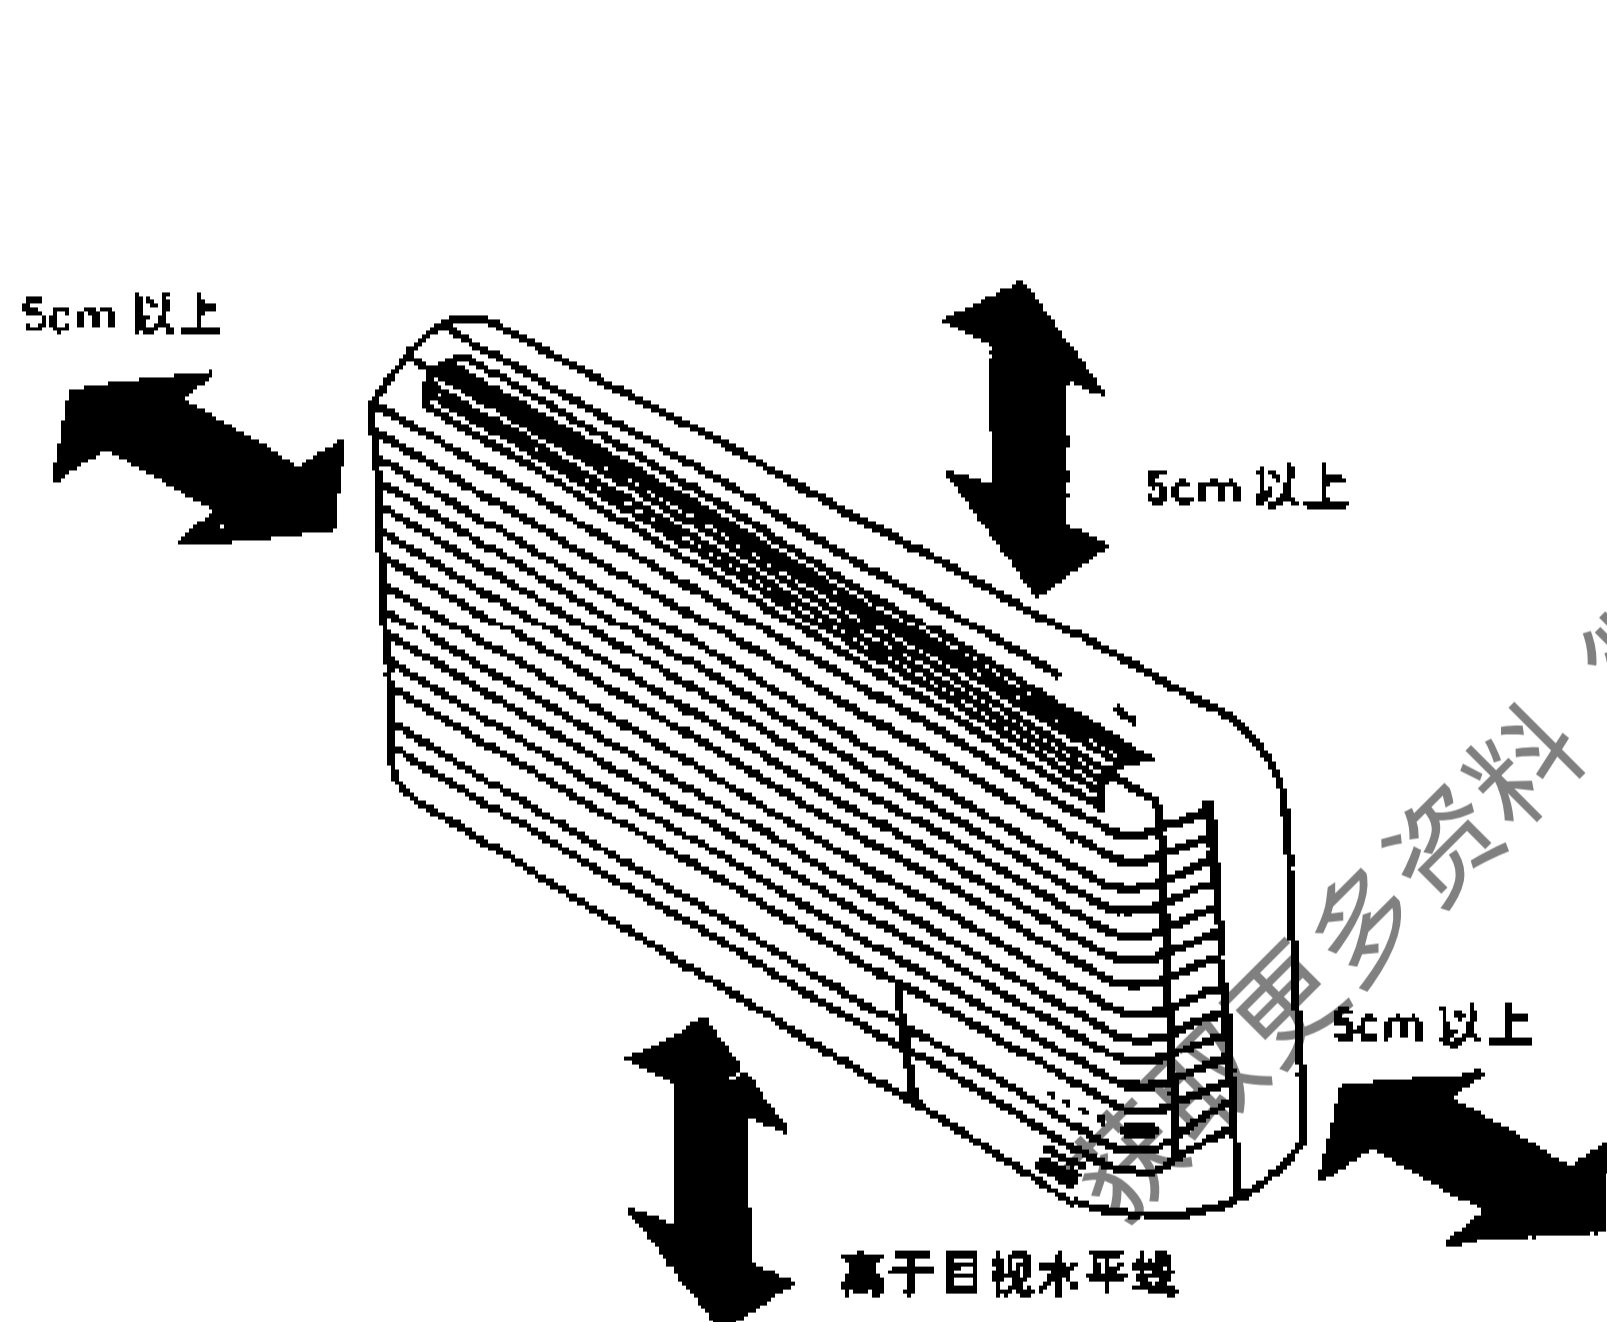
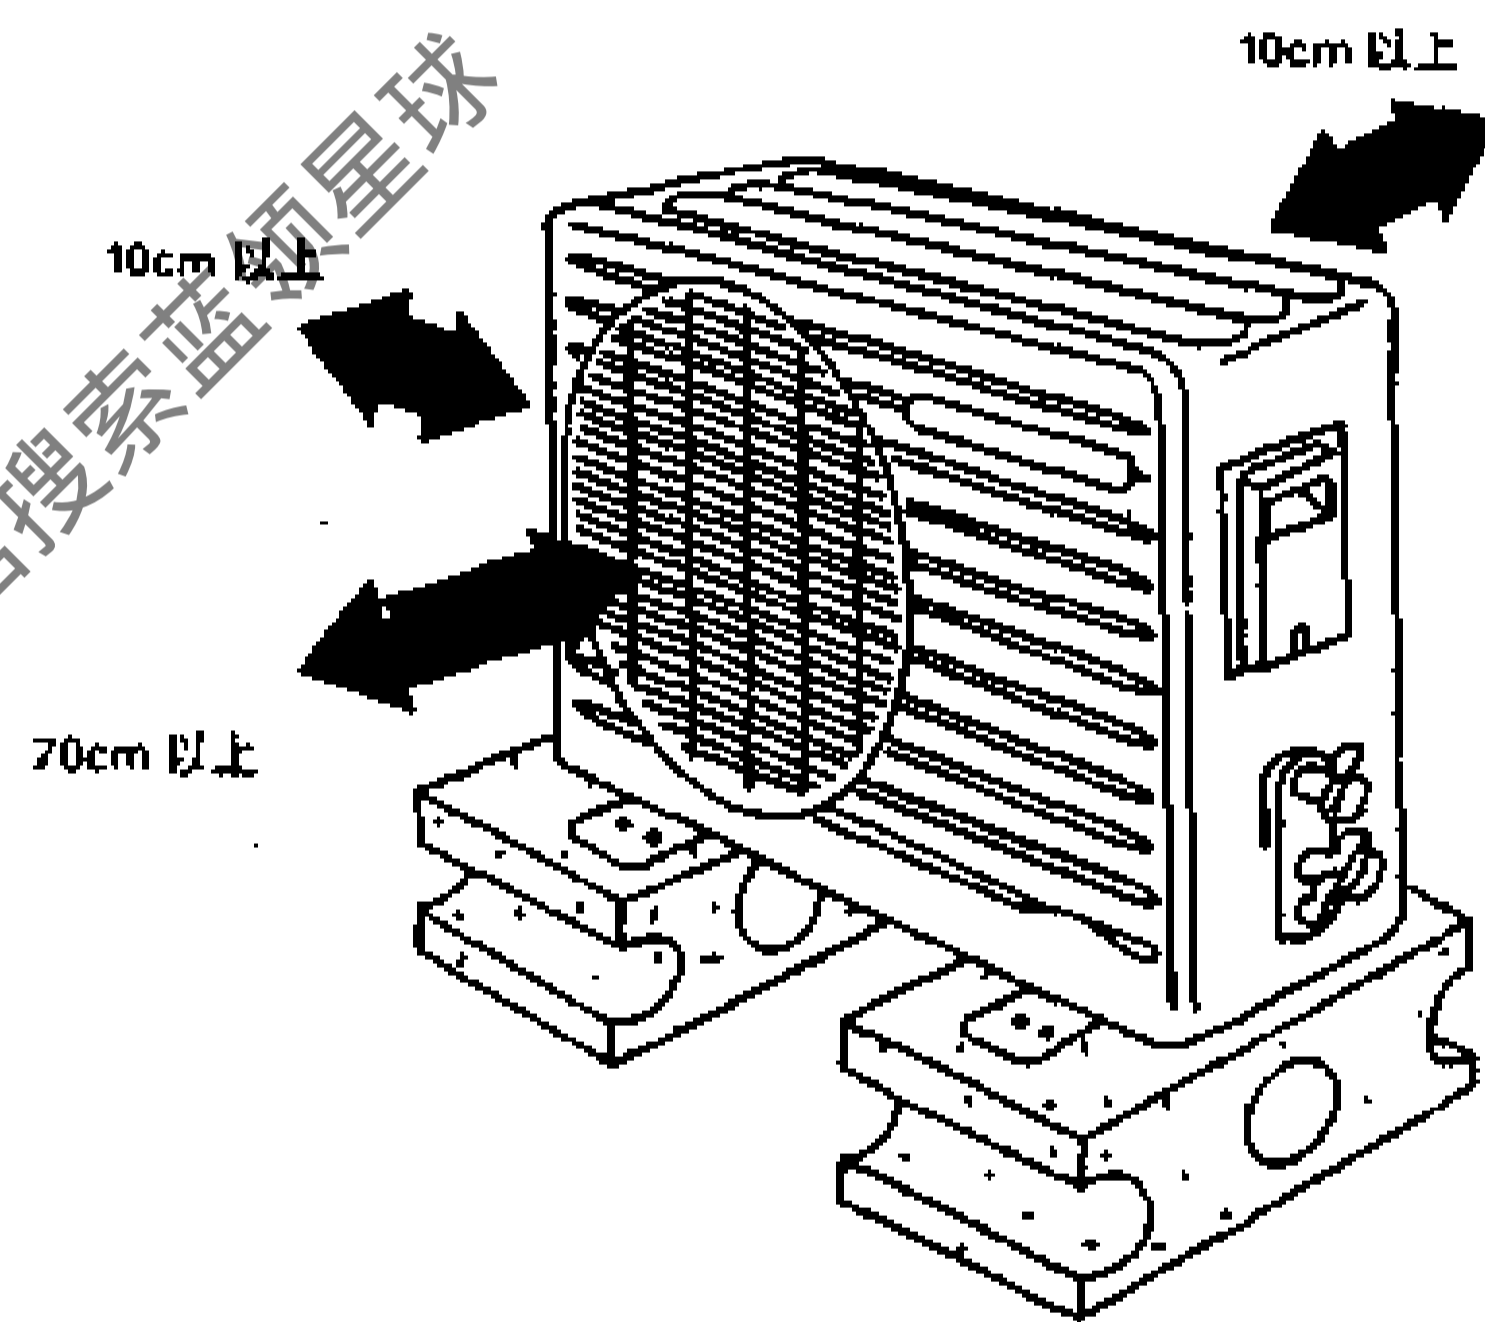

图 8-2-2
图 8-2-3
(1) 室内机
- 要确保图 8-2-2 中箭头方向所示的离墙壁、天花板、装潢和其他阻碍物之间的距离。
(2) 室外机
- 要确保图 8-2-3 中箭头所示的离墙壁、天花板、装潢或其他阻碍物之间的距离。